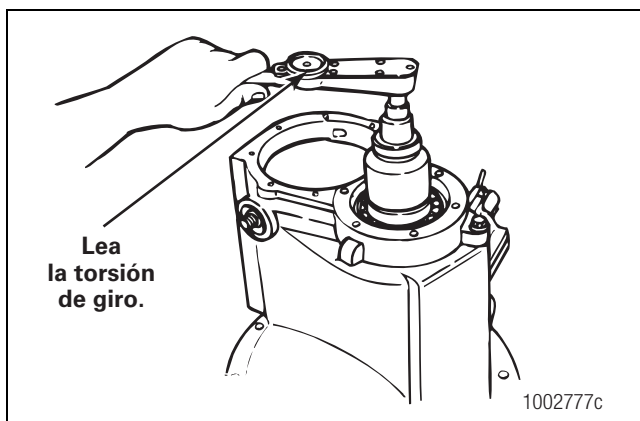

Figura 5.16
1. Coloque una llave de torsión pulgadas-libras (N•m) y el dado correcto sobre la tuerca del piñón de mando. Figura 5.16.